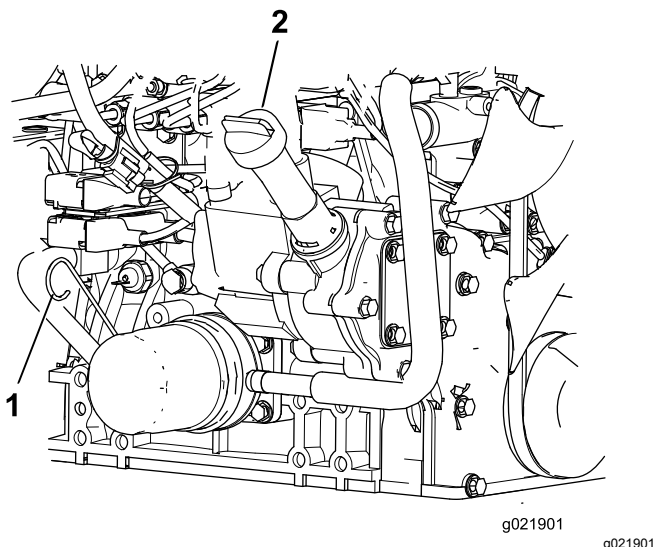

Figura 71
3. Togliete l'asta di livello, pulitela strofinandola, rimettetela nel tubo ed estraetela di nuovo. Il livello dell'olio deve essere tra la tacca "Full" (pieno) e quella "Add" (aggiunta) (Figura 71).
4. Se il livello dell'olio è basso, rimuovete il tappo di riempimento (Figura 71) e aggiungete olio fino a quando il livello non è compreso tra la